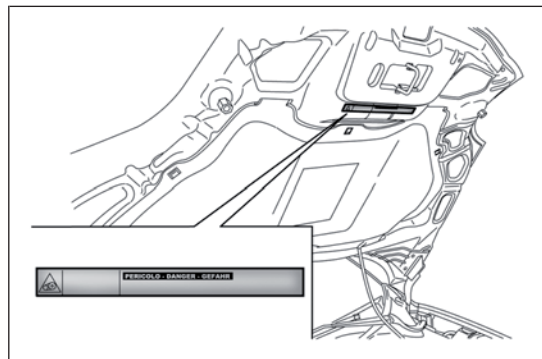

РИС. 84
*Придерживайтесь указаний на табличке, закрепленной под капотом двигателя РИС. 84. В случае присутствия в автомобиле других людей рекомендуется вынуть ключ из замка зажигания. Перед выходом из автомобиля всегда вынимайте ключ или устанавливайте его в положение STOP. Во время заправки автомобиля топливом следите, чтобы двигатель был выключен, а ключ зажигания находился в положении STOP.*